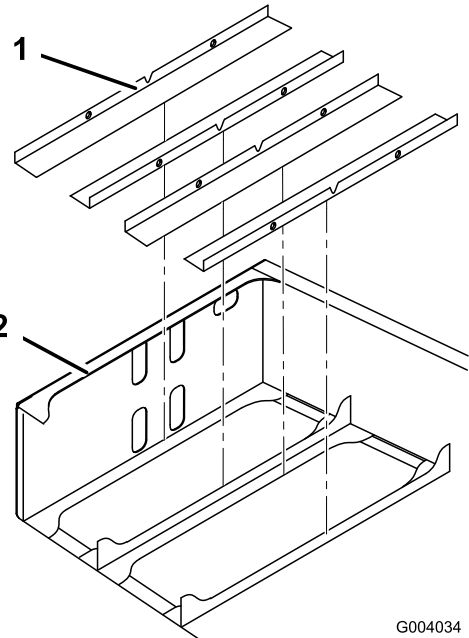

Figura 4
2. Instale as caixas dos tabuleiros das baterias na estrutura de montagem na retaguarda (Figura 4).